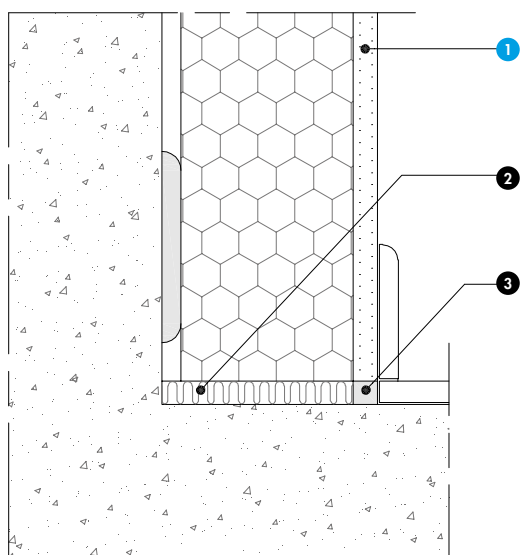

Fig. 6 : Partie basse d'un local EB+ privatif
Mise en place d'un joint souple après calfeutrement sur la périphérie du local concerné. Les colles à carrelage admissibles sur les plaques hydrofugées sont les mortiers colles à liant mixte incorporé (Fig. 6).
**Nomenclature de la figure 6**